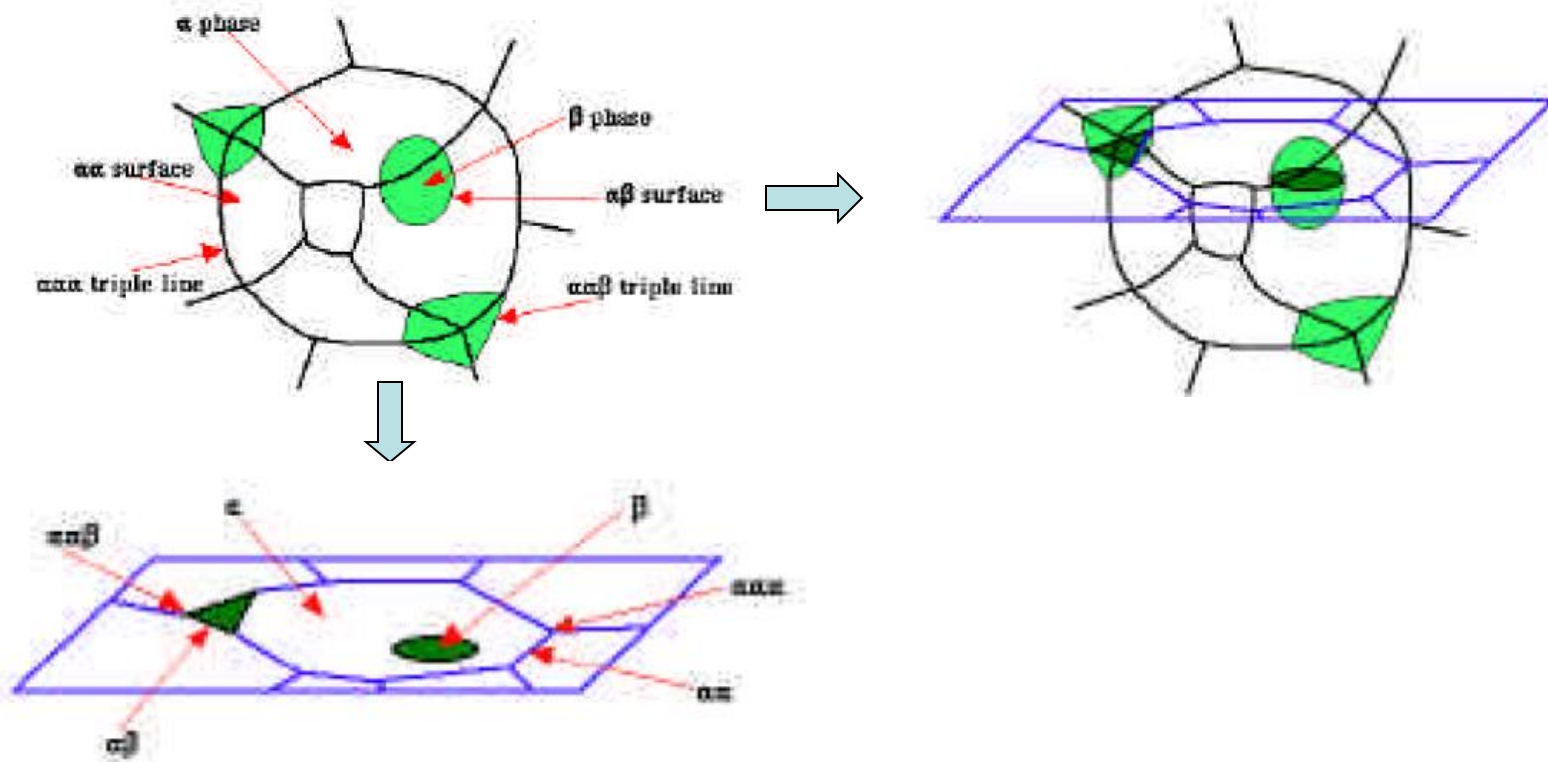

Figura 10
- *Las líneas o curvas en el espacio tridimensional tales como las líneas  $\alpha\alpha\alpha$ , o  $\alpha\alpha\beta$  en la figura 10, poseen como propiedad la **longitud**. Los segmentos de línea, tales como ejes en la red de celdas tiene cada uno su longitud el valor global de esta longitud se reporta como  $L_V$ , la longitud por unidad de volumen*